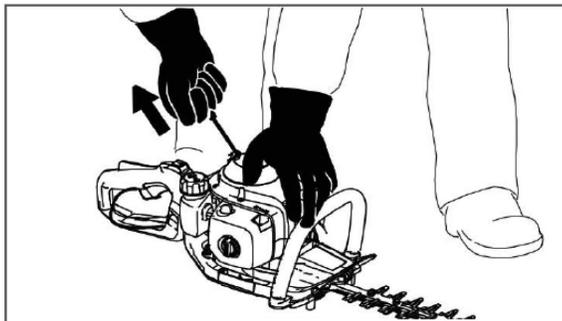

Рис. 3
- Придерживая левой рукой переднюю рукоятку, а правой ногой – заднюю, правой рукой плавно потяните за ручку стартера пока не почувствуете сопротивление. собачки стартера войдут в зацепление с храповиком). Затем потяните за ручку стартера резко, не стремясь, вынуть шнур стартера на всю его длину. Повторите это действие несколько раз до первой вспышки в цилиндре двигателя (рис.3).